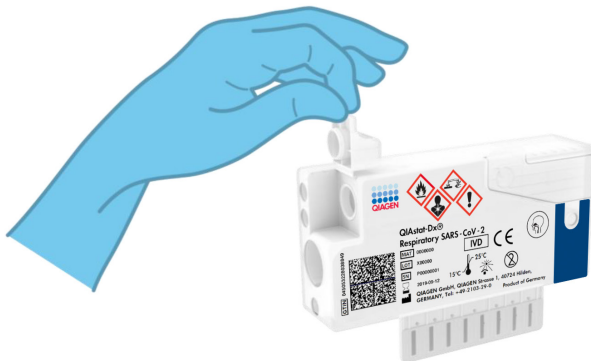

Figura 7. Abrindo a tampa de amostra da porta de swab.
4. Abra a tampa de amostra da porta de swab no lado esquerdo do QIAstat-Dx Respiratory SARS-CoV-2 Panel Cartridge (Figura 7).